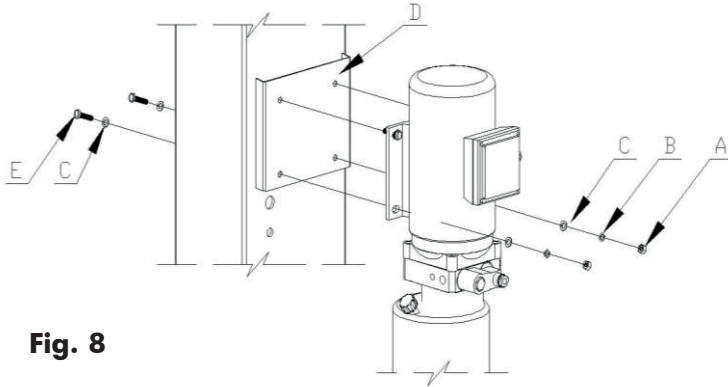

Fig. 8
7. Monteer aandrijfunit op de kolom (**fig. 8**).